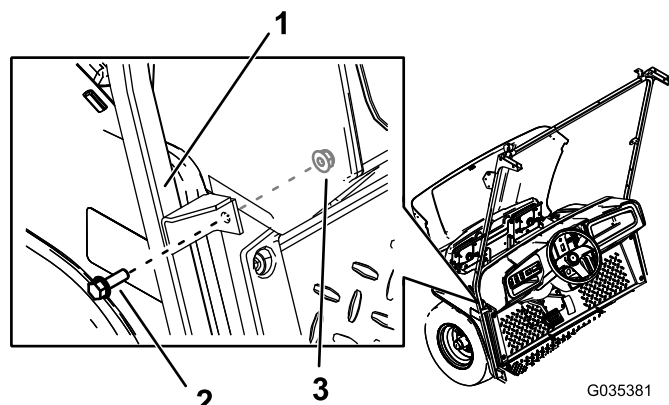

图5
4. 用2个六角凸缘螺栓（5/16 x 1英寸）和2个螺母（5/16英寸）将风挡支撑的中间支架固定到机器上（图5）。